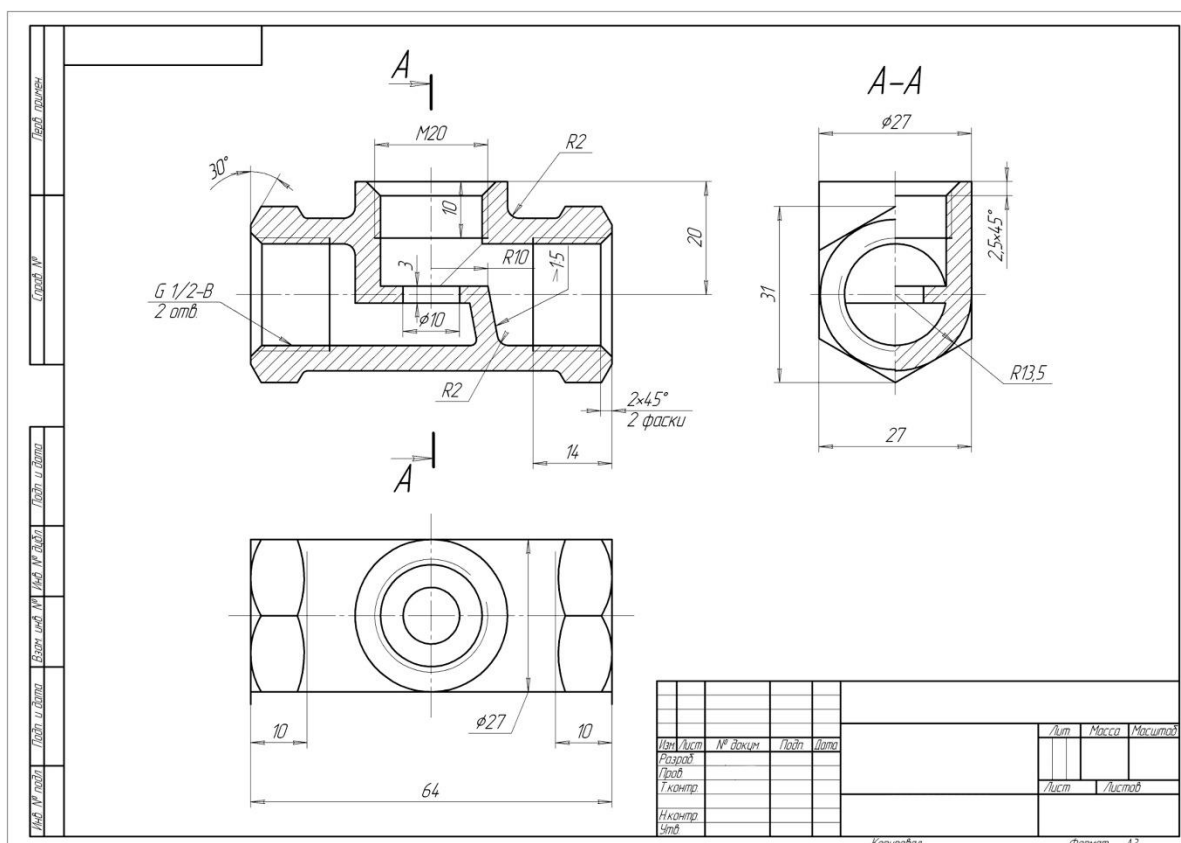

Рисунок 21.
4. Проставляют размеры, наносят необходимые обозначения (рис. 21)